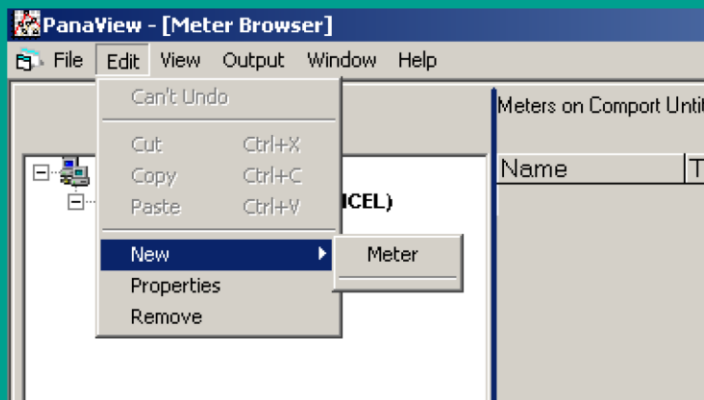

Figura 21: Opción "Nuevo" en el menú "editar"
2. Haga clic en la opción "new (nuevo)" en el menú "edit (editar)" (ver la figura 21).